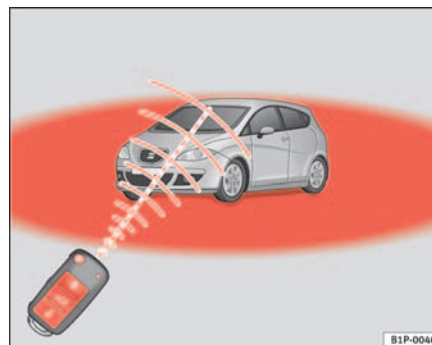

Abb. 64 Wirkungsbereich
- Die Funk-Fernbedienung funktioniert nur, wenn Sie sich im Wirkungsbereich befinden ⇒ Seite 101, Abb. 64 (rote Fläche).